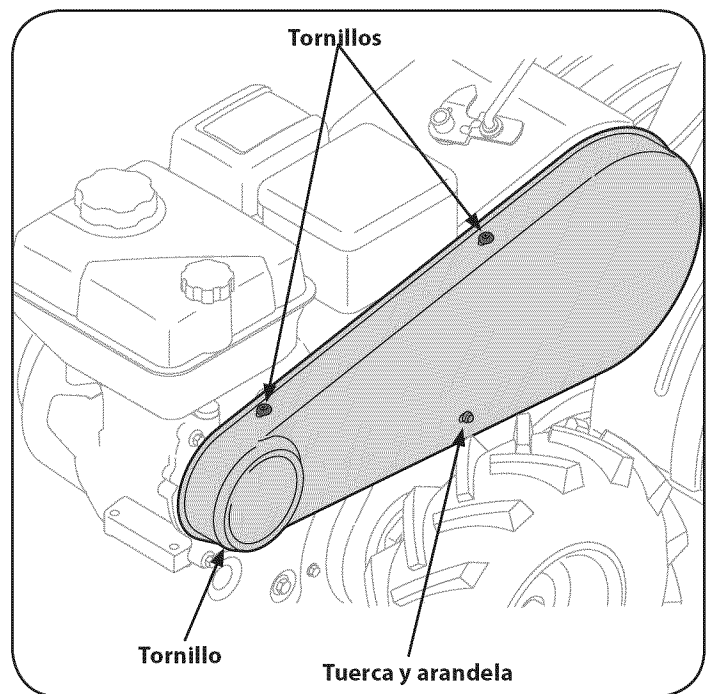

Figura 22
1. Saque la cubierta de la correa desde el lado izquierdo de la cultivadora extrayendo los dos tornillos de la parte superior de la cubierta. Vea la Figura 22.
2. Retire con cuidado la tuerca hexagonal y la arandela plana del lado frontal de la cubierta de la correa. Extraiga el tornillo de cabeza hexagonal en la parte posterior de la cubierta. Vea la Figura 22.